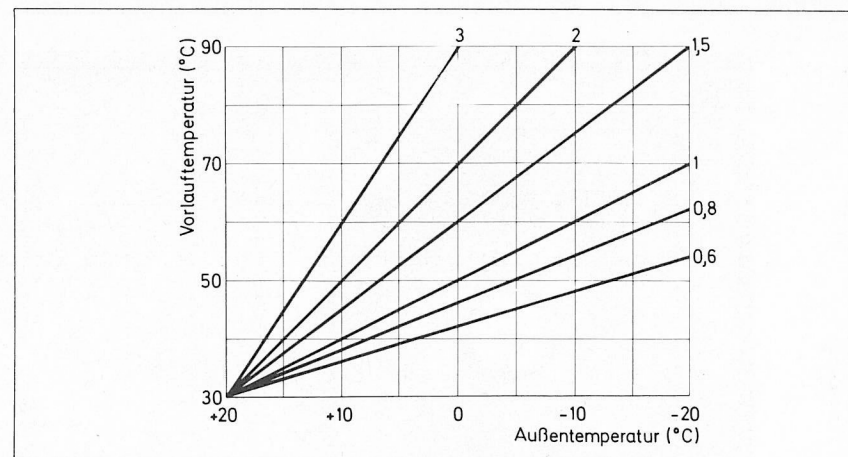

Bild 16 Heizkurven
4.1 **Steilheitseinstellung** (Heizkurven-) Erfolgt nach Diagramm auf Bild 16 bzw. 17.